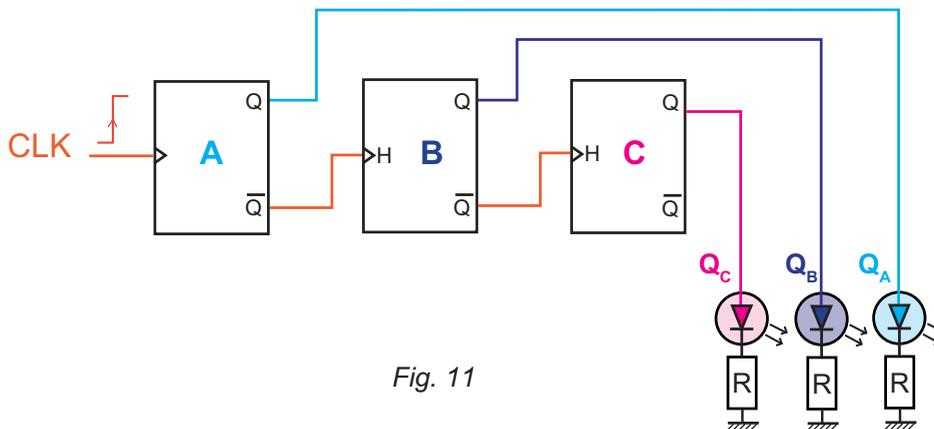

Fig. 11
- b. Si le front d'horloge est montant alors l'entrée d'horloge de chaque bascule est reliée à la sortie \bar{Q} de la bascule immédiatement précédente (fig.11).